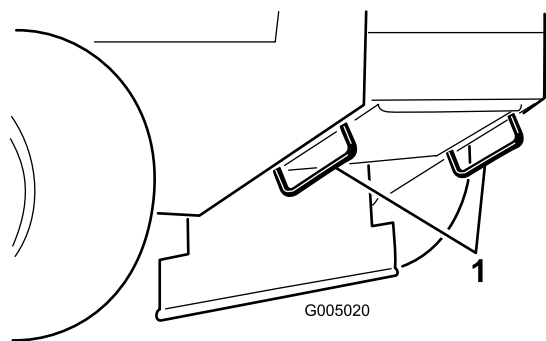

Рисунок 12
5. Используя металлические скобы для фиксации на машине, надежно прикрепите машину к прицепу или грузовику с помощью стропов, цепей, троса или веревок (Рисунок 12).